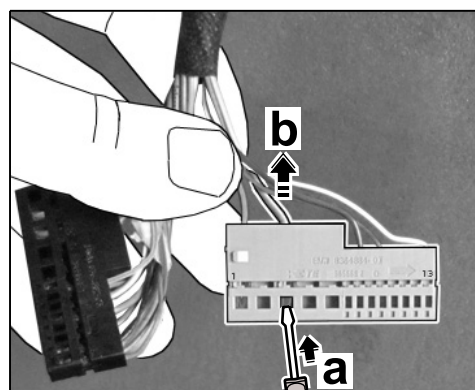

Рис. 21
- 3.5.3 Отсоединить гнездовой контакт желтого/белого провода от гнезда 3 (⇒ Рис. 21 -стрелка а-) и извлечь его из корпуса гнездовых контактов (⇒ Рис. 21 -стрелка б-).